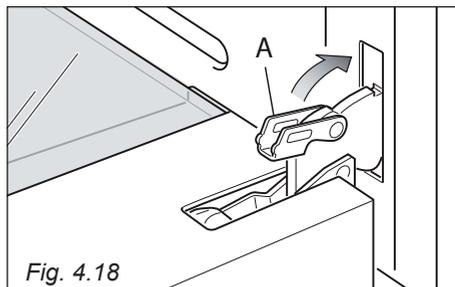

Fig. 4.18
- Aprire completamente la porta del forno e richiudere la leva "A" delle cerniere destra e sinistra (fig. 4.18)